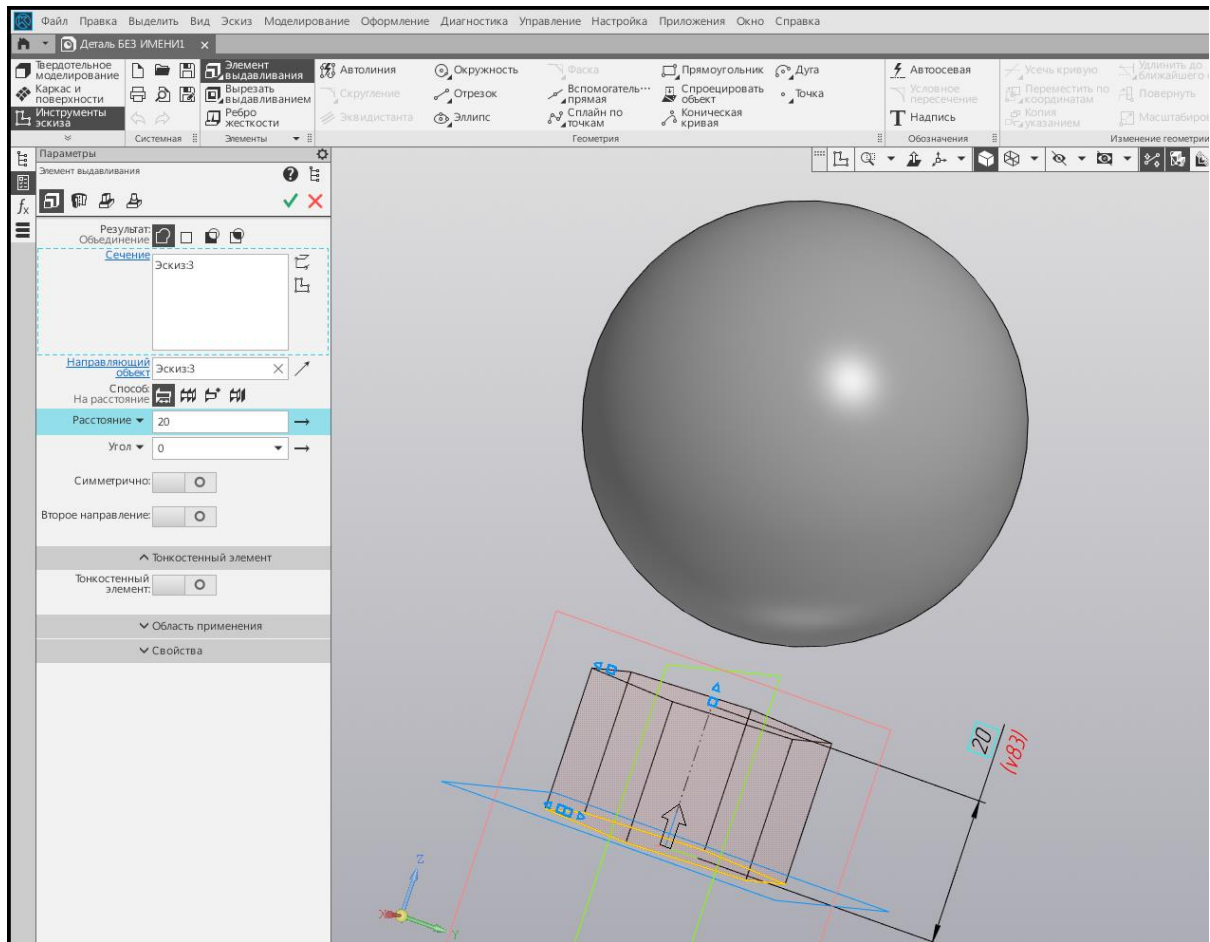

Рис. 10. Построение призмы.
5. Строим шестиугольную призму методом выдавливания на 20мм (рис. 10).